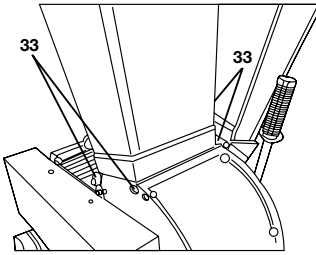

Bild 27
- Nehmen Sie den oberen Trichter durch Lösen (nicht herausdrehen) der 4 Befestigungsschrauben (33) (SW 15) ab (siehe „Bild 27“), beachten Sie, dass die Gewindestange für den Sicherheitsschalter vorher nach oben herausgedreht werden muss (siehe Seite 7).